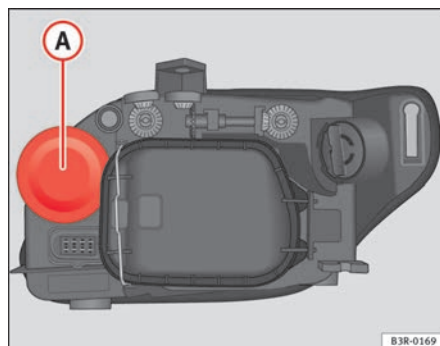

Fig. 214 Lampada luce indicatore di direzione
- Rimuovere la copertura di gomma ⇒ fig. 214 tirandola.